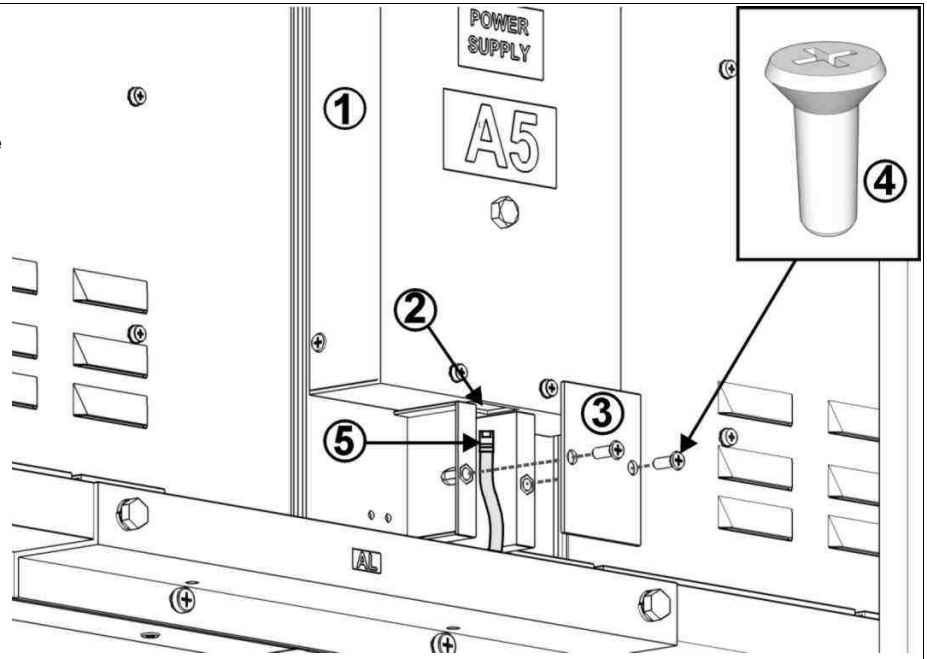

Fig. 10: Vista trasera del módulo POWER SUPPLY
2. Desatornillar los dos tornillos **M5x16** y quitar la tapa del canal de entrada de los cables, situado en la parte baja del módulo **POWER SUPPLY** (véase la Fig. 10), para ver la apertura por donde meter todos los cables. Introducir, uno a uno y en toda la longitud disponible, todos los cables de los distintos módulos. Si el módulo cuenta con **receptor de radio**, introducir también su cable. En caso contrario, meter unos 40cm del cable de datos serie suministrado (longitud 5m) y cerrar la tapa del canal de entrada de los cables.